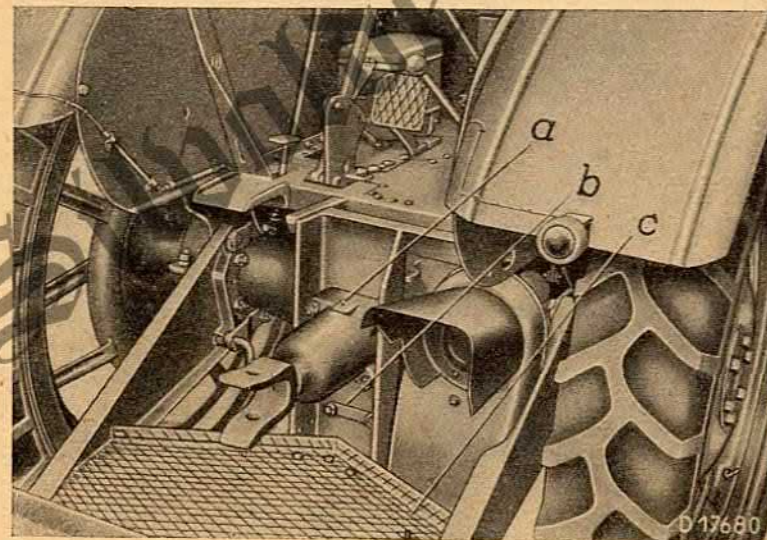

Bild 1
2. Gefederte Anhängenvorrichtung a (Bild 1) und Stütze b abnehmen.